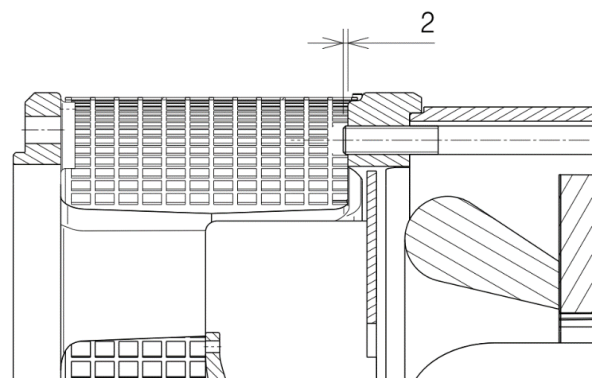

Fig. 9
2. Introducir el tirante y enroscarlo de forma que sobresalga 2 mm de la tuerca. Fig. 9.